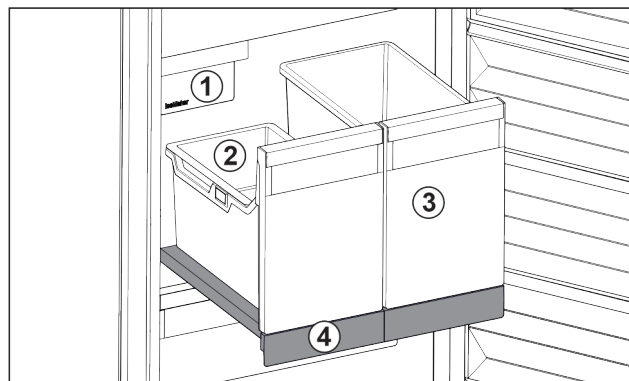

Fig. 17 Vysouvací přihrádka s IceTower
Na vysouvací přihrádce jsou dvě vysoké nádoby (IceTower). V nádobě Fig. 17 (2) se shromažďují a skladují kostky ledu z IceMaker. Nádoba Fig. 17 (3) se hodí pro skladování vysokých potravin jako pizzy nebo alkoholické nápoje.